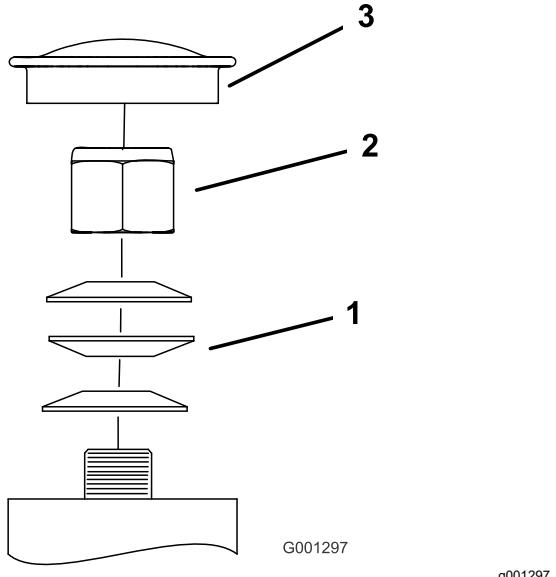

Figure 71
3. Retirez le capuchon protecteur de la roue pivotante et serrez le contre-écrou (Figure 71).
- Continuez de serrer le contre-écrou jusqu'à ce que les rondelles élastiques soient aplatis, puis desserrez-le d'un quart de tour pour obtenir la précharge correcte des roulements (Figure 71).
Important: Veillez à placer les rondelles élastiques correctement, comme montré à la Figure 71.
- Reposez le capuchon protecteur (Figure 71).